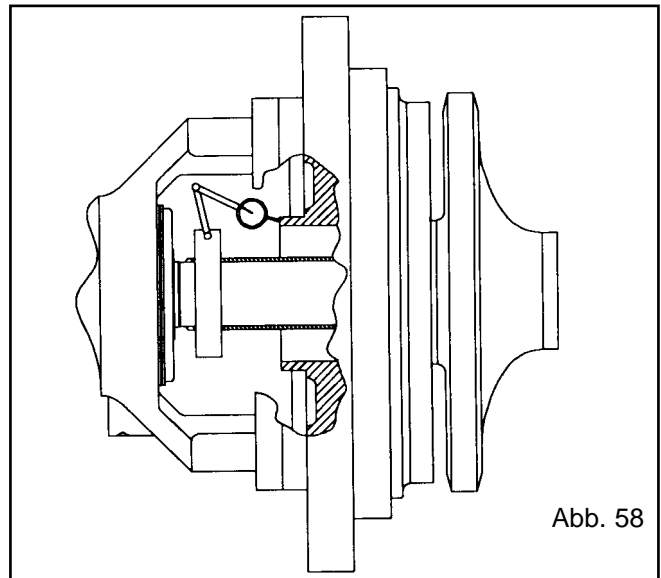

Abb. 58
- Die Meßuhr, wie auf Abb. 58 gezeigt, an der Welle (122) oder an der Wellenschutzbuchse (126) anbringen.
- Die Welle (122) so drehen, daß sich der Anzeiger um 360 Grad entlang der Dichtungskammeroberfläche (184) mitdreht. Wenn die Gesamtablesung mehr als der in Tabelle 9 aufgeführte Wert beträgt, die Ursache suchen und beheben.